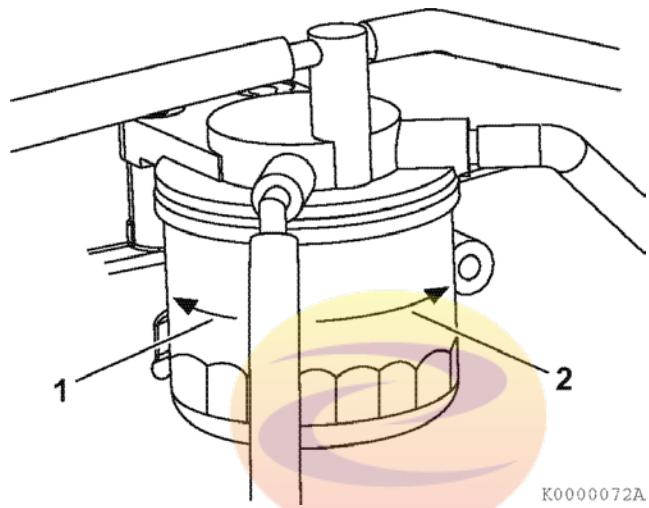

Рисунок 48
3. Снимите топливный фильтр с помощью специального ключа, поворачивая его налево (рисунок 48 (1)).
5. Установите новый топливный фильтр. Затягивайте его рукой вправо (рисунок 48 (2)) до тех пор, пока он не войдет в контакт с посадочной поверхностью. С помощью специального ключа затяните топливный фильтр с усилием 19.6 – 23.5 Н·м, 2.0 – 2.4 кгс/м) или на один дополнительный оборот.